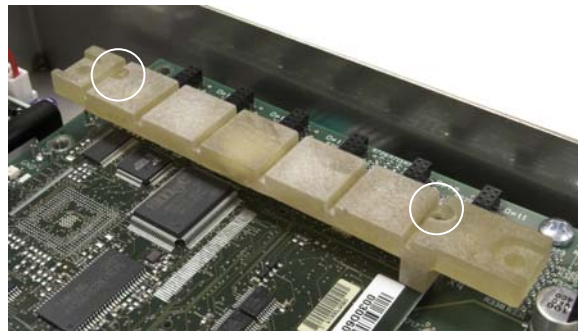

Figura 3-41: Ubicación de los tornillos de la guía inferior de la tarjeta
- A. Para una terminal de panel de montaje, instale tornillos en los agujeros de centro y los agujeros exteriores de los cuatro soportes hexagonales (vea la Figura 3-41).
1. Retire los dos tornillos que sujetan la guía inferior de la tarjeta y la tarjeta ETX a la PCB principal (Figura 3-39). La ubicación de estos tornillos se indica en la Figura 3-41.